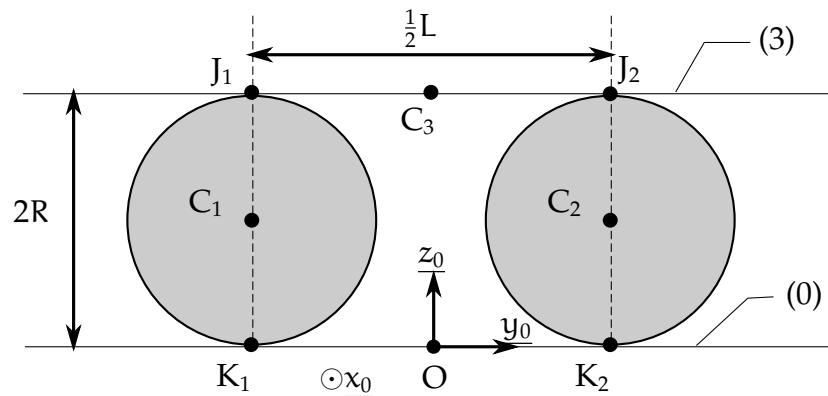

Figure 10 – Système complet dans l'état initial ($t = 0$).
On note J_i le point de contact entre la plaque (3) et i (cf. FIGURE 10) et on suppose qu'à $t = 0$,